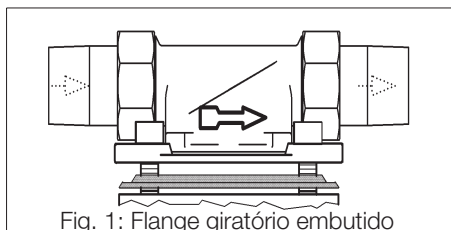

Fig. 1: Flange giratório embutido
- Direcção de fluxo (ver fig. 1).
A seta fundida do flange giratório embutido deverá corresponder à direcção de fluxo da água (ver fig. 1).